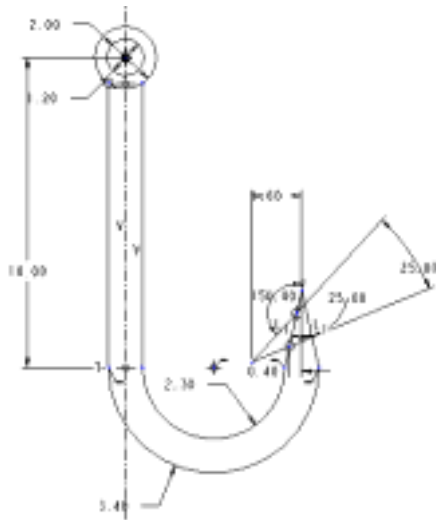

图 3-78 修改尺寸
(13) 单击工具栏中的“修改尺寸”按钮，将以上所标注的尺寸修改为如图 3-78 所示的值。